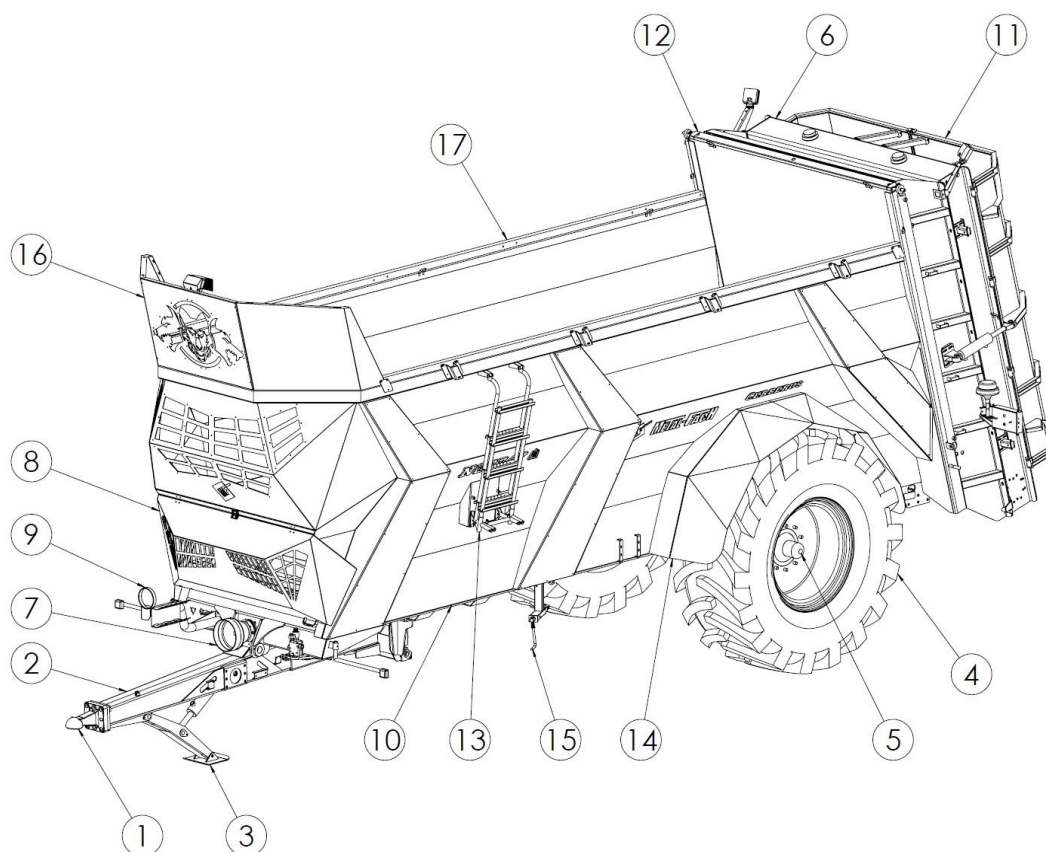

Figure 5. Conception générale de l'épandeur à fumier
La construction de l'épandeur est illustrée à la figure 5. L'élément principal de construction est une caisse de transport en coquille (10) avec un châssis rigide à un seul essieu (5). Pour le raccordement à l'attelage inférieur du tracteur, il existe un timon de suspension équipé d'un anneau à billes (1). Un pied d'appui hydraulique (3) est fixé au timon pour soutenir l'épandeur à l'arrêt lorsqu'il n'est pas relié au tracteur et pour régler la hauteur du timon pendant l'accouplement.